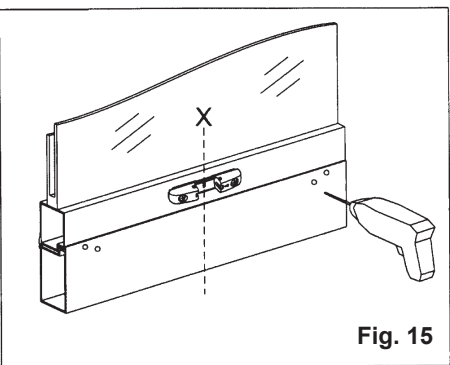

Fig. 15
- 8) **Fig.15/16-** Con un taladro adecuado realizar en la puerta dos agujeros de Ø 3,7 mm y fijar con los tornillos adecuados el estribo;